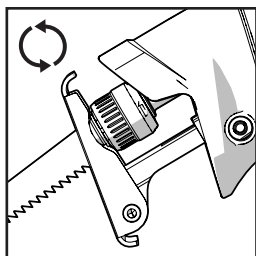

Fig. 1
- Gire hacia la izquierda y sujete el selector de sujeción de la hoja. (**Fig. 1**)